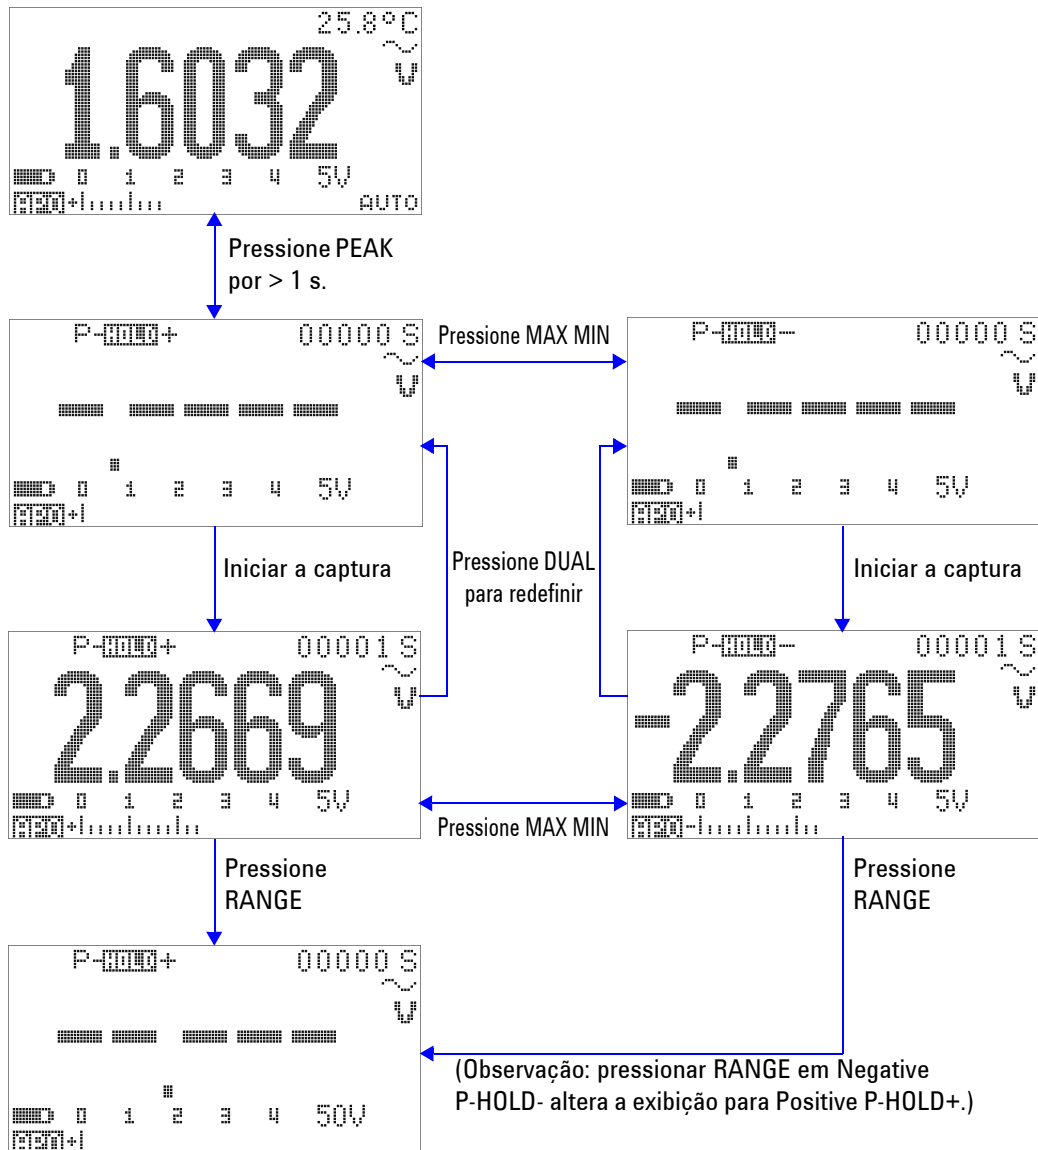

Figura 3-7 Operação do modo 1 ms Peak Hold
- 4 No exemplo de medição da Figura 3-7 na página 68, o fator de crista será de $2,2669/1,6032 = 1,414$.